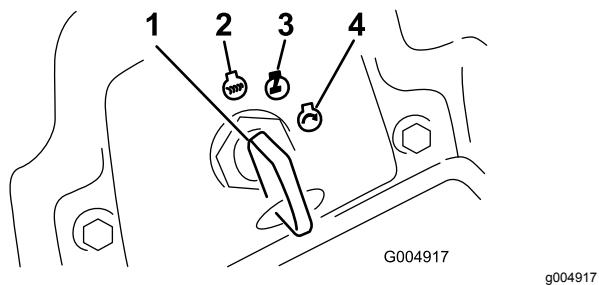

Bild 17
5. Drehen Sie den Zündschlüssel nach rechts in die LAUF-Stellung (Bild 17).
2. Drehen Sie den Zündschlüssel in die Aus-Stellung (Bild 17). Warten Sie, bis alle sich bewegenden Teile zum Stillstand gekommen sind, bevor Sie die Bedienungsposition verlassen.